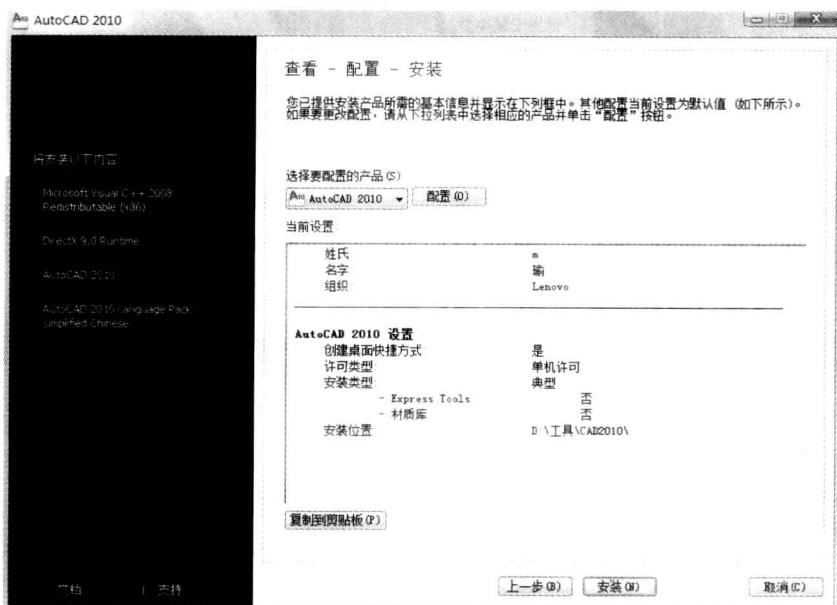

图 1-12 “安装配置”对话框
(1) 选择 **配置 (O)** 按钮，对安装条件进行配置，如图 1-12 所示。